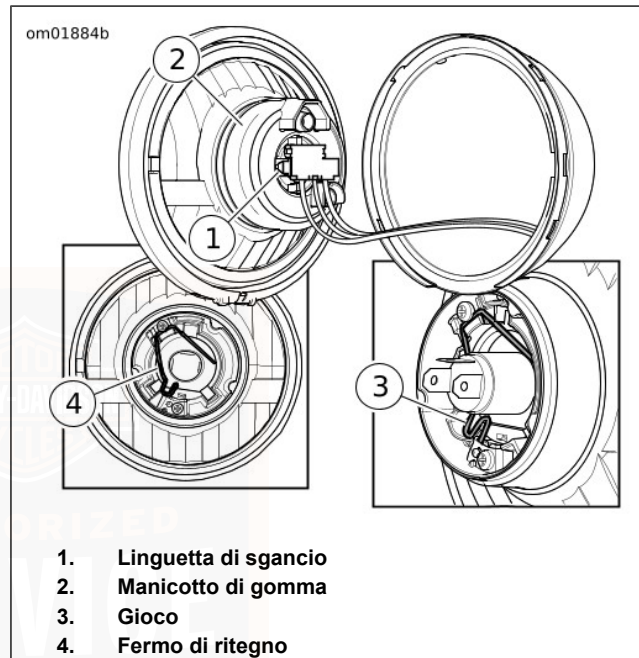

Figura 59. Faro anteriore
4. Vedere Figura 59. Mentre si comprimono le linguette di sgancio (1) sul connettore, estrarre il connettore dai terminali a forcella della lampadina.
5. Tirare indietro la protezione di gomma (2).
6. Premere l'anello (3) sul fermo di ritegno dei fili (4) verso il basso e lateralmente per sganciare l'estremità libera del fermo dal fermo di metallo. Ruotare il fermo verso l'alto. Rimuovere la lampadina da lente e catarifrangente.